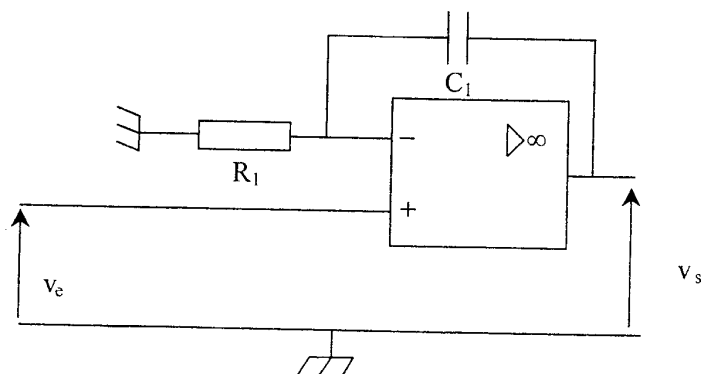

Figure 4
2.1.1. Pour le correcteur, on adopte la structure de la figure 4. Calculer $T_1(p) = \frac{V_s(p)}{V_e(p)}$.